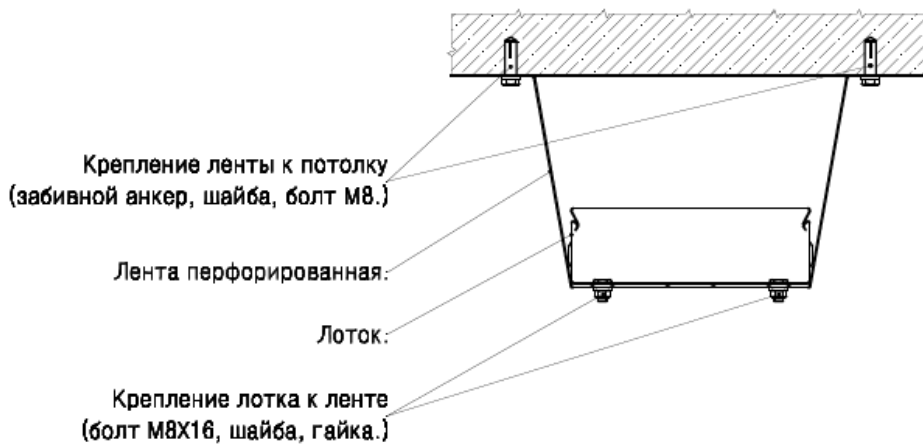

Рисунок. 6.18
Для крепления лотка с помощью Полосы монтажной ПМ, выгнете Полосу монтажную ПМ и прикрепите ее к потолку с помощью комплекта: Анкер забиваемый М8 и Болт полнонарезной М8. Далее совместите отверстия лотка (2) и Полосы монтажной ПМ (1) в одном или двух местах и через них закрепите лоток и Полосу монтажную ПМ между собой при помощи болта М8х16 (3) Шайбы М8 (4) и Гайки М8 (5) (рисунок 6.18).